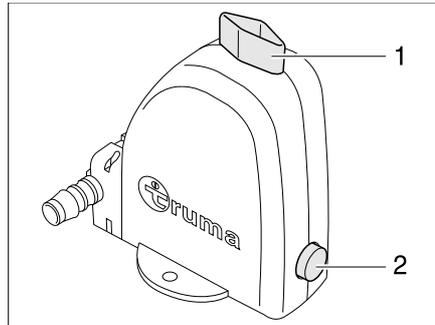

Bild 199 Sicherheits-/Ablassventil des Boilers - geöffnete Stellung
Der Boiler ist mit einem Sicherheits-/Ablassventil (Bild 199) ausgestattet. Das Sicherheits-/Ablassventil verhindert, dass das Wasser im Boiler einfriert, wenn bei Frost die Heizung nicht eingeschaltet ist.
- Sicherheits-/Ablassventil schließen. Dazu den Zugschalter (Bild 199,1) nach oben ziehen.
- Sicherheits-/Ablassventil öffnen. Dazu den Zugschalter (Bild 199,1) nach unten drücken. Der Boiler wird über das Sicherheits-/Ablassventil nach außen entleert.